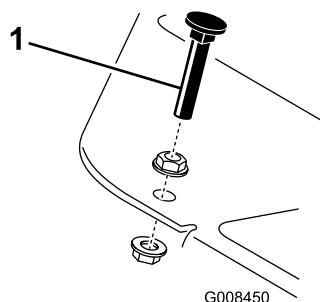

図 50
走行ペダルを踏み込んでみてください。ケーブルに張力が掛かる前にペダルがストップ（図 50）に当たる場合には調整が必要です。
1. ペダル・ストップをフロア・プレートに固定しているフランジヘッド・ロックナットをゆるめる（図 50）。